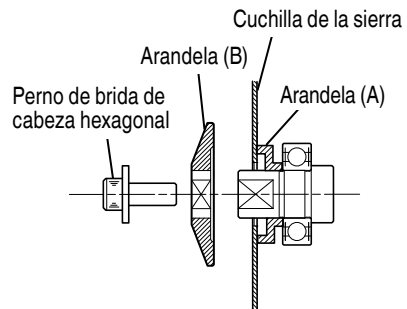

Fig. 16
- (1) Quite completamente las virutas que se hayan acumulado en el husillo, perno y arandela.
- (2) Para montar la cuchilla de la sierra, los lados cóncavos de ambas arandelas, (A) y (B), deberán colocarse en los lados de la cuchilla de la sierra. Monte la cuchilla de la sierra en el husillo y fije finalmente la arandela (B) (consulte la Fig. 16).
- (3) Para asegurar una dirección de giro apropiada de la cuchilla de sierra, la dirección de la flecha de la cuchilla de la sierra deberá coincidir con la dirección de la flecha de la cubierta de la cuchilla.
- (4) Utilizando los dedos, apriete todo lo posible el perno hexagonal que retiene la cuchilla de la sierra. Y luego presione la palanca de bloqueo, bloquee el husillo y apriete a fondo el perno.
- (5) Confirme que la palanca de bloqueo esté en la posición original.